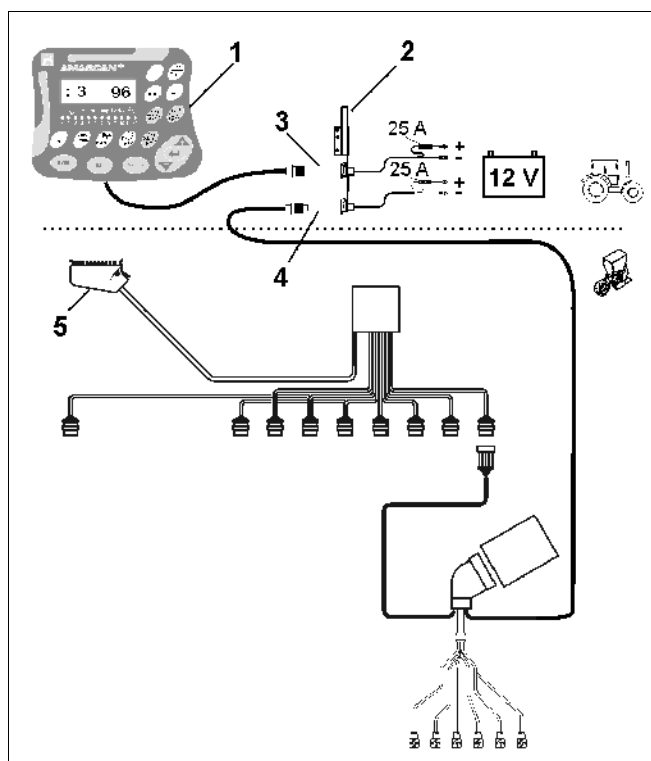

Fig. 1
Konsollen (Fig. 1/2) (Ekstraustyr) skal indbygges fast og elektrisk ledende i højre side af førerkabinen, så den er inden for førerens syns- og rækkevidde. Afstand til evt. radio eller antenne skal være mindst 1 m.
Holderen med job-computer (Fig. 1/1) anbringes på konsollens rør (Fig. 1/2) (Ekstraustyr).
- Tilslutning af **AMASCAN+** (Fig. 1/3).
- Tilslutning af den elektriske såaggregat-frakobling.(Fig. 1/4). Maskiner med elektrisk såaggregat-frakobling skal hertil bruge en separat strømforsyning fra traktorens batteri.
Den på traktoren monterede enkorssåmaskine ED tilsluttes via et maskinstik (Fig. 1/5).